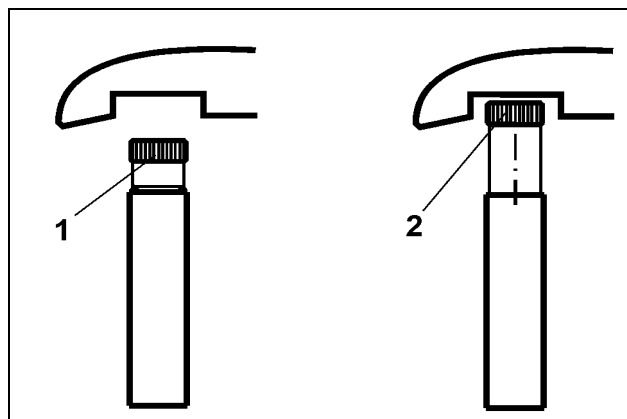

Fig. 60
- En posición "rueda de siembra on" el tornillo moleteado (Fig. 60/1) está enroscado hasta el tope.
- En posición "rueda de siembra off" el tornillo moleteado (Fig. 60/2) está desenroscado hasta el tope.